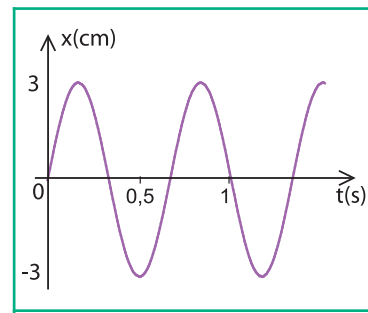

Fig.2 : Enregistrement graphique des oscillations
Un stylet fixé sur le solide (S) permet d'enregistrer l'évolution de l'élongation de son centre d'inertie G en fonction du temps, sur une feuille de papier enroulée sur un cylindre tournant à vitesse constante. En faisant tourner le moteur à la fréquence $N = 1,5 \text{ tr.s}^{-1}$, le palet (S) se met à osciller sur le banc de part et d'autre de sa position de repos. Une fois le régime permanent est établi, on réalise un enregistrement graphique qui donne la courbe de la figure 2.